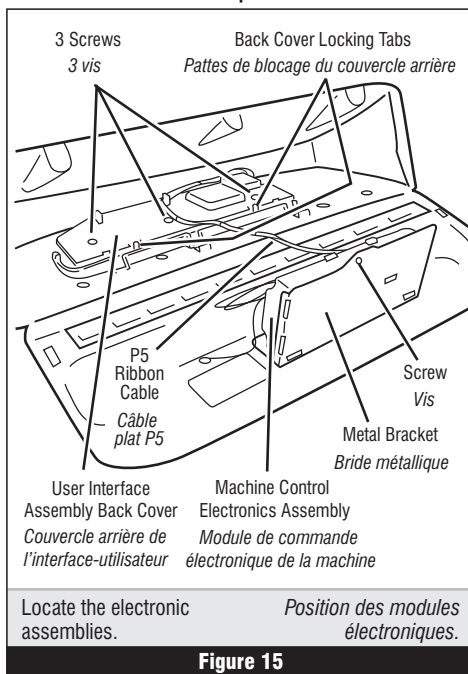

Figure 15
There are two electronic assemblies; the machine control electronics and the user interface electronics. See figures 15 at right; and 16, page 14.
4. Remove the one screw holding the machine control assembly to the metal bracket. See figure 15.
3. Remove the wire connections from the user interface assembly, including the P5 ribbon cable. See figure 15.
5. The user interface assembly is held to the console insert panel by three screws and two locking tabs. After the screws are removed, lift each of the locking tabs to remove the back cover of the user interface assembly. See figure 15.
Il y a deux modules électroniques; le module de commande électronique de la machine, et le module de l'interface-utilisateur. Voir figures 15 à gauche; et 16, page 14.
4. Enlever la vis fixant le module de commande sur la bride métallique. Voir figure 15.
3. Débrancher toutes les connexions de conducteur sur l'interface-utilisateur, y compris le câble plat P5. Voir figure 15.
5. L'interface-utilisateur est fixée sur le panneau de la console par trois vis et deux pattes de blocage. Après avoir enlevé les vis, soulever chacune des pattes de blocage pour séparer le couvercle arrière de l'interface-utilisateur. Voir figure 15.